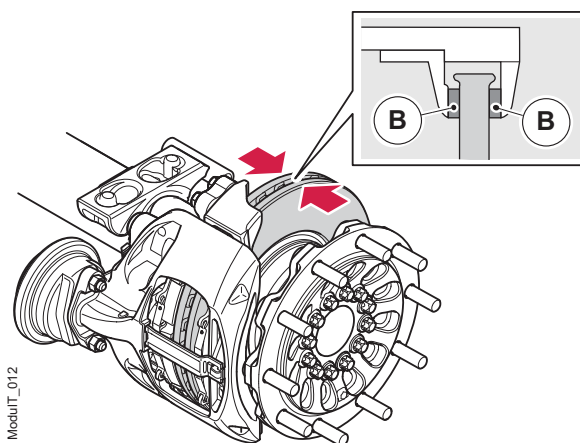

Figura 18. Medición del grosor del disco de freno
2. Mida el grosor del disco de freno con un calibre. Si el freno de disco presenta un surco de desgaste, la medición puede realizarse usando dos separadores (B) (ej., arandelas planas de 5 mm), véase la figura 18. Reste a la dimensión medida el grosor total de los dos separadores (B).